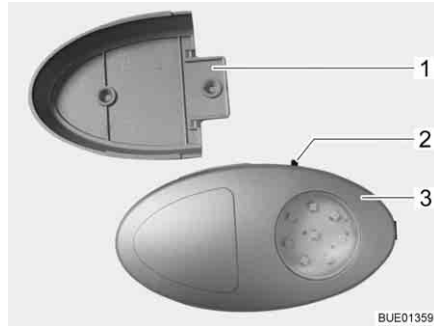

Fig. 65 Lámpara del armario ropero
- ▷ La lámpara del armario ropero puede ser extraída del soporte atornillado (Fig. 65,1) y ser usada como linterna.
El interruptor (Fig. 65,2) está instalado directamente en la lámpara del armario ropero (Fig. 65,3).